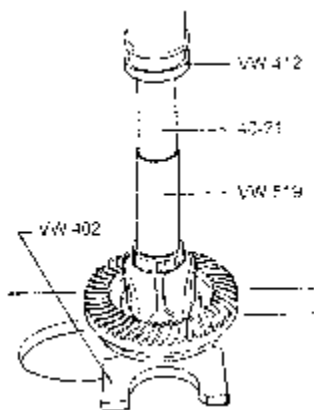

图 7-186 装入锥形滚柱轴承内圈
(3) 将内圈加热至约 100℃，将锥形滚柱轴承内圈压入差速器壳体的底部，如图 7-186 所示。